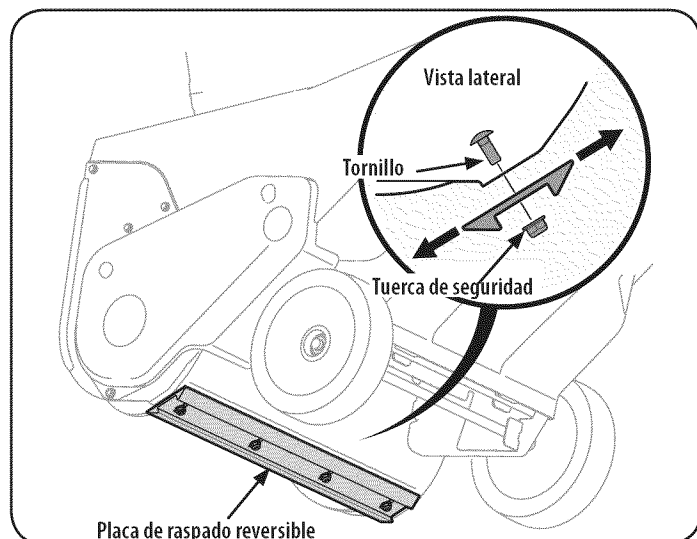

Figura 20
- Afloje los cuatro tuercas y los tornillos de bloqueo de transporte que sujetan la placa de afeitado a la vivienda. Consulte la Figura 20. Mueva el afeitado placa en la posición adecuada y vuelva a apretar las tuercas y los tornillos.
3. Quite los cuatro pernos de carro y las tuercas de seguridad con brida que la sujetan a la caja de la máquina quitanieve. Refiérase a la Figura 20 en la página 52.